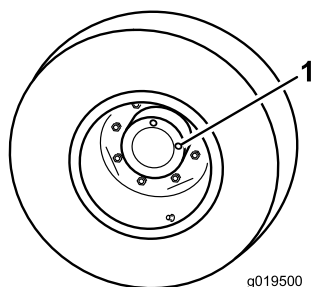

Figura 59
1. Con la máquina en una superficie nivelada, coloque la rueda con un tapón de verificación (Figura 59) en la posición de las 12 y el otro en la posición de las 3.
1. Tapón de verificación (2)
2. Retire el tapón de la posición de las 3 (Figura 59). El nivel del aceite debe llegar a la parte inferior del orificio del tapón de verificación.